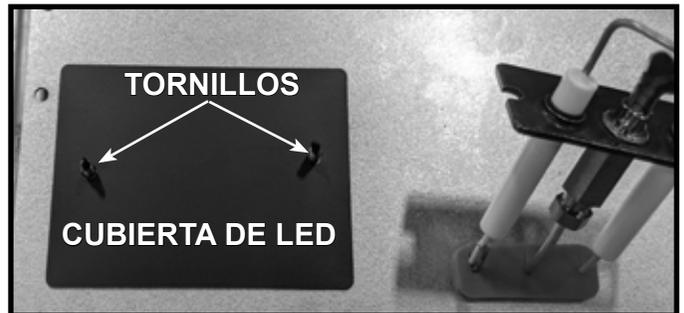

Figura 11.14 Cubierta de LED instalada
4. Ubique las luces LED en las esquinas traseras izquierda y derecha de la cámara de combustión e instale las cubiertas de LED. Las cubiertas de LED evitan que los reflejos del panel refractario de vidrio afecten la experiencia de visualización general. Coloque la cubierta de LED sobre los tornillos como se muestra en la Figura 11.14.